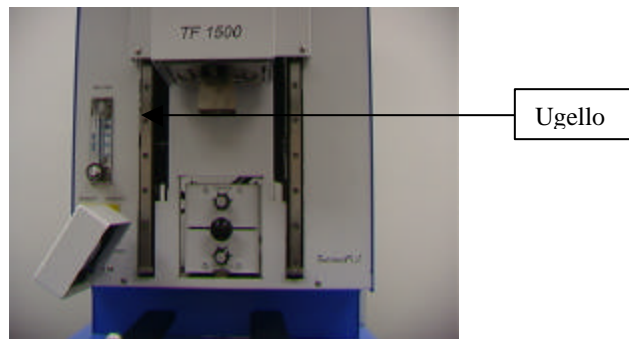

Figura 3b
- d. Montaggio/sostituzione dell'ugello (Figura 3b)